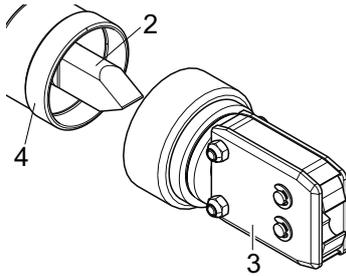
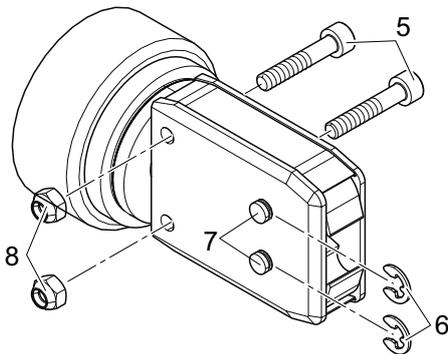
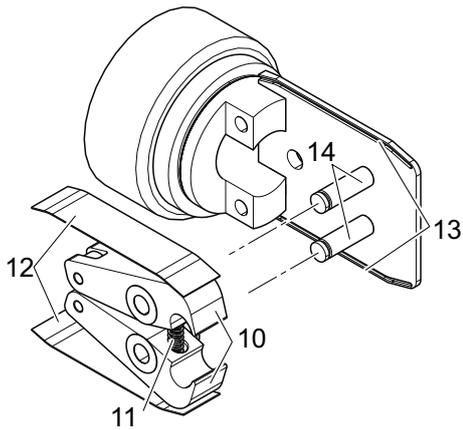

Abb. 26: Abziehen des Zangenkopfes
Abb. 27: Auseinanderbauen des Zangenkopfes
Abb. 29: Einsetzen der Zangenbacken
3. Ziehen Sie den Zangenkopf (Abb. 26/3) von der Klemmenzange (Abb. 26/4) ab.
Der Stößel (Abb. 26/2) verbleibt in der Klemmenzange (Abb. 26/4).
4. Entfernen Sie die beiden Sicherungsscheiben (Abb. 27/6) vom Zangenkopf (Abb. 26/3).
Schieben Sie die Stifte (Abb. 27/7) nicht zurück!
5. Schrauben Sie beiden Sechskantmuttern (Abb. 27/8) von den Sechskantschrauben (Abb. 27/5) ab.
7. Entfernen Sie die Druckfeder (Abb. 29/11), die Abdeckplatte (Abb. 29/12) und die Zangenbacken (Abb. 29/10).
8. Schmieren Sie die Ersatz-Zangenbacken (Abb. 29/10) und die Druckfeder (Abb. 29/11) aus dem Backen-Ersatz-Kit sowie die Stifte (Abb. 29/14) mit Spezialschmiermittel RENOLIT LX 2 und setzen Sie die neuen Backen und die Feder ein.
9. Montieren Sie alles wieder in umgekehrter Reihenfolge mit neuen Sicherungsscheiben (Abb. 27/6).
10. Kontrollieren Sie die Beweglichkeit der Zangenbacken (Abb. 29/10).
Der Stößel (Abb. 26/2) muss zwischen den beiden Zangenbacken (Abb. 29/10) liegen.